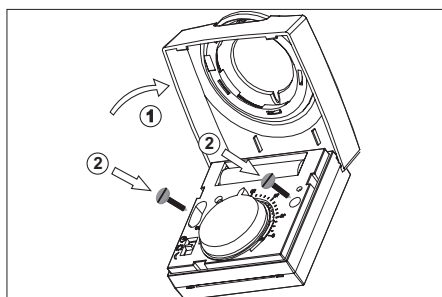

Fig. 1
Termostaten monteres ved at åbne låget, se fig. 1 (1), og herefter kan den monteres med skruer, ell. lign., fx. selvklæbende tape. Se fig. 1 (2).